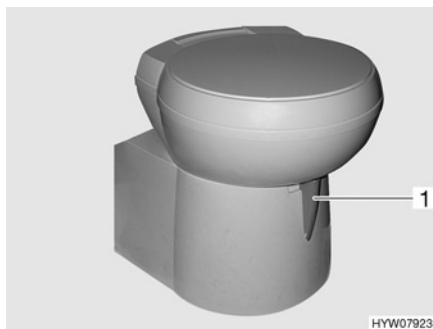

Bild 114 Thetford-Toilettenschüssel (schwenkbar)
- Vor dem Spülen den Schieber der Thetford-Toilette öffnen. Dazu den Schieberhebel (Bild 114,1) entgegen dem Uhrzeigersinn schieben.
- Den Schieberhebel (Bild 114,1) im Uhrzeigersinn drehen. Der Schieber wird geschlossen. Zum Entleeren **muss** in der Thetford-Toilette der Schieber geschlossen sein.